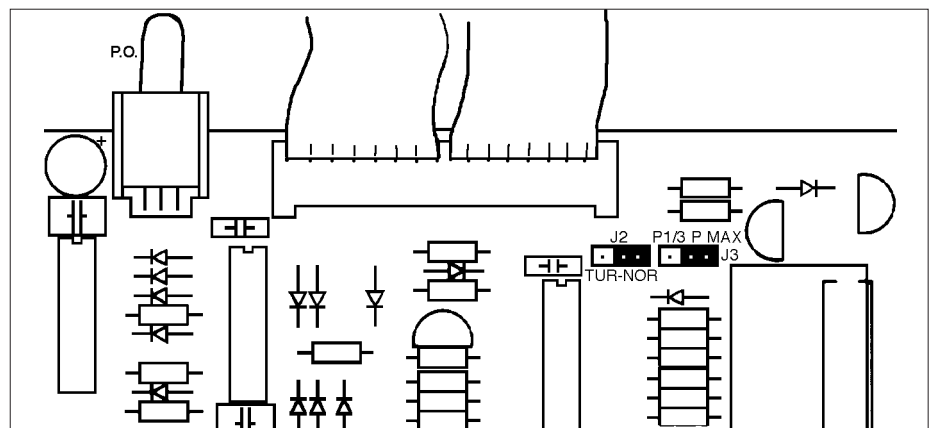

Fig. 19
**Réglages sur la carte** (fig. 19) :
Le connecteur P.O. représenté fig. 19 muni d'un shunt, est prévu pour raccorder un programmateur optionnel (voir la notice correspondante s'il y a lieu).